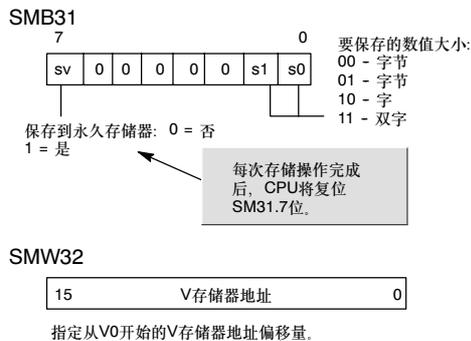

图4-17 SMB31和SMW32
特殊存储器字节31 (SMB31)命令S7-200将V存储区中的某个值复制到永久存储器的V存储区。特殊存储器字32 (SMW32)中存储所要复制数据的地址。图4-17给出了SMB31和SMW32的格式。
2. 将数据长度装载入SM31.0和SM31.1, 如图4-17所示。